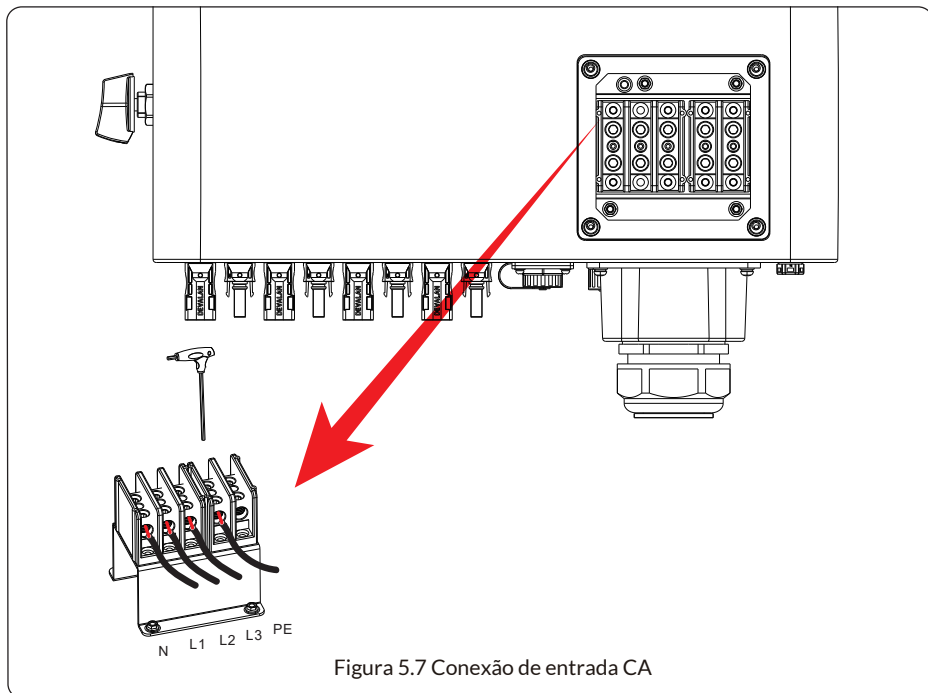

Figura 5.7 Conexão de entrada CA
3. Em seguida, insira os fios de saída CA de acordo com as polaridades indicadas no bloco de terminais e aperte os parafusos do terminal. Certifique-se de conectar os fios N/L1/L2/L3 e PE correspondentes aos terminais relacionados também. (conforme mostrado na figura 5.7).